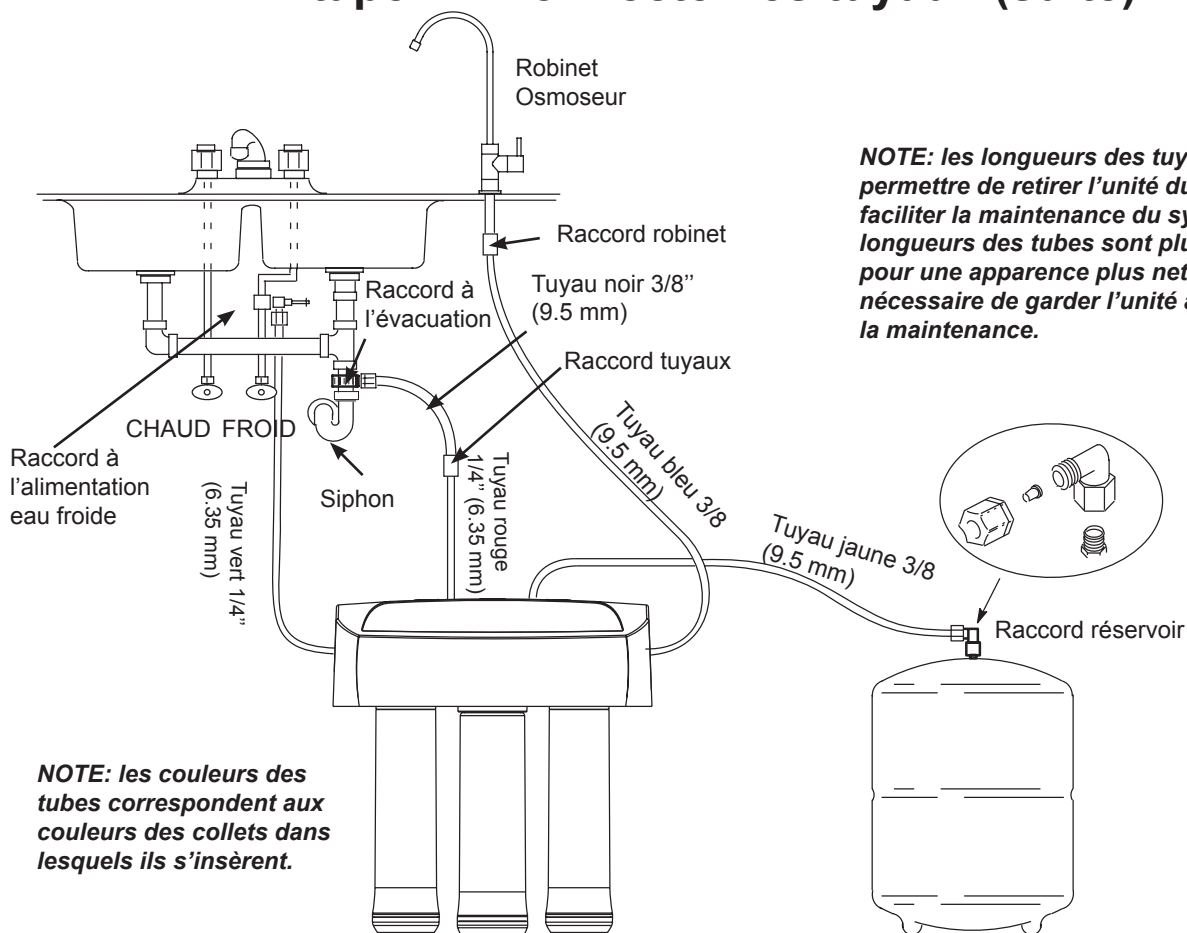

FIG. 20
2. Dirigez l'une des extrémités du tuyau vert vers le raccord à l'alimentation en eau froide. Cf Fig. 20.
2. Dirigez l'une des extrémités du tuyau bleu vers le raccord du robinet d'osmose inverse. Cf Fig. 20.
2. Dirigez l'autre extrémité du tuyau rouge vers un point entre le raccord à l'égout et l'unité d'osmose inverse. Cf Fig.20.
4. Insérez profondément à l'intérieur du raccord-poussoir au diamètre approprié (1/4") appelé «Raccord tuyaux» (Fig. 20). Cf Fig 16 & 17.
7. Dirigez l'autre extrémité du tuyau noir vers le raccord à l'égout (Fig. 20). Coupez le tuyau de manière à la raccorder de manière la plus droite et directe possible vers le raccord à l'égout. Il ne doit pas y avoir de boucle, déclin ou frisotti.
11. Dirigez l'autre extrémité du tuyau jaune vers le raccord situé sur la bonbonne de stockage. Cf Fig.20.